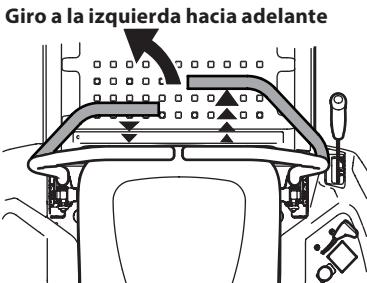

Figura 24
- Para girar a la izquierda, mueva la palanca de control de la transmisión del lado izquierdo hacia atrás respecto de la palanca de control de la transmisión derecha. Consulte la Figura 24.